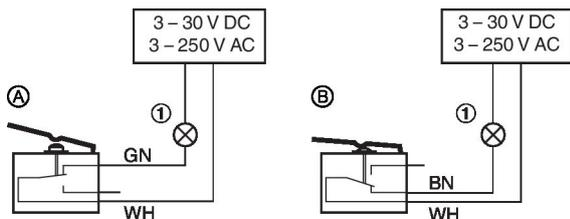

Abb. 53: Anschlussbeispiel Endschalter
- Anschluss der Endschalter anhand des Anschlussbeispiels Abb. 53